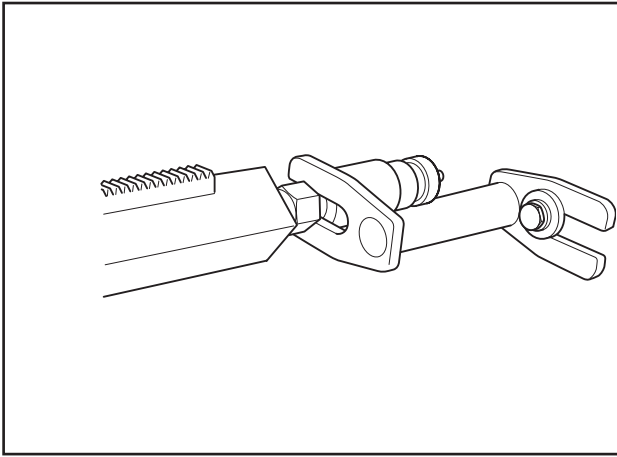

Fig.9
9. Para mayor seguridad de la columna de perforación se puede usar la fijación de expansión (fig. 9). La fijación se ajusta contra el tornillo de puntal y se fija en la pared con un tornillo de expansión. Fijar con una tuerca de seguridad de 30 mm.
9. Para uma melhor fixação da coluna de perfuração pode-se usar a fixação de expansão (Fig. 9). A fixação pode ser ajustada contra o parafuso de escora e fixada à parede com um parafuso de expansão. Fixar com porca de segurança de 30 mm.
9. The expander attachment can be used to provide additional anchorage of the drill column (Fig. 9). The attachment is adjusted against the column support screw and is secured on the wall with an expansion bolt. Secure with the locking nut 30 mm.